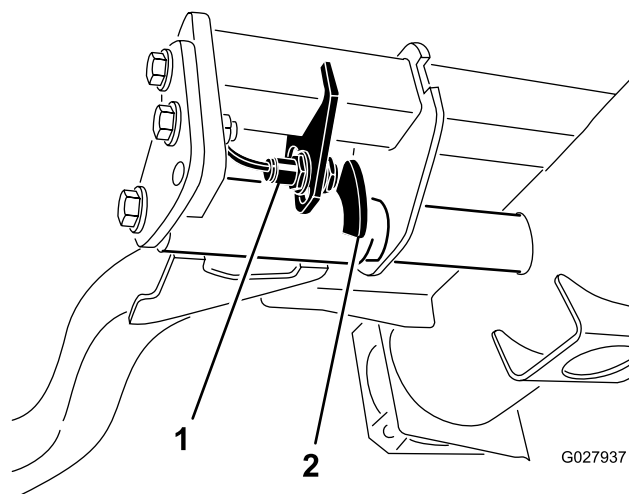

Figure 36
- Desserrez les vis de fixation du contacteur (Figure 36) et descendez le contacteur pour augmenter la hauteur du changement de direction des bras de relevage ou montez-le pour réduire la hauteur du changement de direction. Serrez les vis de fixation.
**Remarque:** Le contacteur est situé sous le réservoir hydraulique, derrière le bras de relevage avant droit (Figure 36).